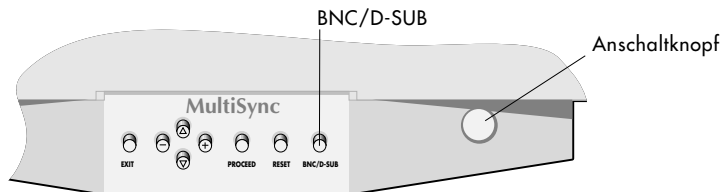

Abbildung E.1
5. Schalten Sie den Monitor (**Abbildung E.1**) und den Computer ein.
6. Ihr Monitor wird für die Installation eines D-SUB-Kabelanschlusses voreingestellt geliefert. Falls Sie eine BNC-Kabelverbindung verwenden möchten, stellen Sie den BNC/D-SUB-Knopf auf der Vorderseite des Monitors um (**Abbildung E.1**), um die Einstellung zu ändern.